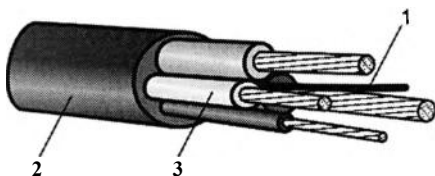

Рис. 2.7. Кабель КГ:
**КГ** расшифровывается очень просто — кабель гибкий (рис. 2.7). Это кабель с рабочим переменным напряжением до 660 В, частотой до 400 Гц или постоянным напряжением до 1000 В. Жилы медные, гибкие или повышенной гибкости. Их количество варьируется от 1 до 6. Изоляция ТПЖ — резина, внешняя оболочка из того же материала. Диапазон рабочих температур — от  $-60$  до  $+50$  °С. Кабель применяется в основном для подсоединения различных переносных устройств. Чаще всего это сварочные аппараты, генераторы, тепловые пушки и т. п. КГ прекрасно зарекомендовал себя именно в качестве кабеля, работающего практически при любых условиях на открытом воздухе. На стройке для протяжки силовых линий он просто незаменим. Хотя отдельные оригинальные люди, привлеченные гибкостью и надежностью КГ, монтируют его в качестве домашней проводки. Есть разновидность КГнг с негорючей изоляцией.